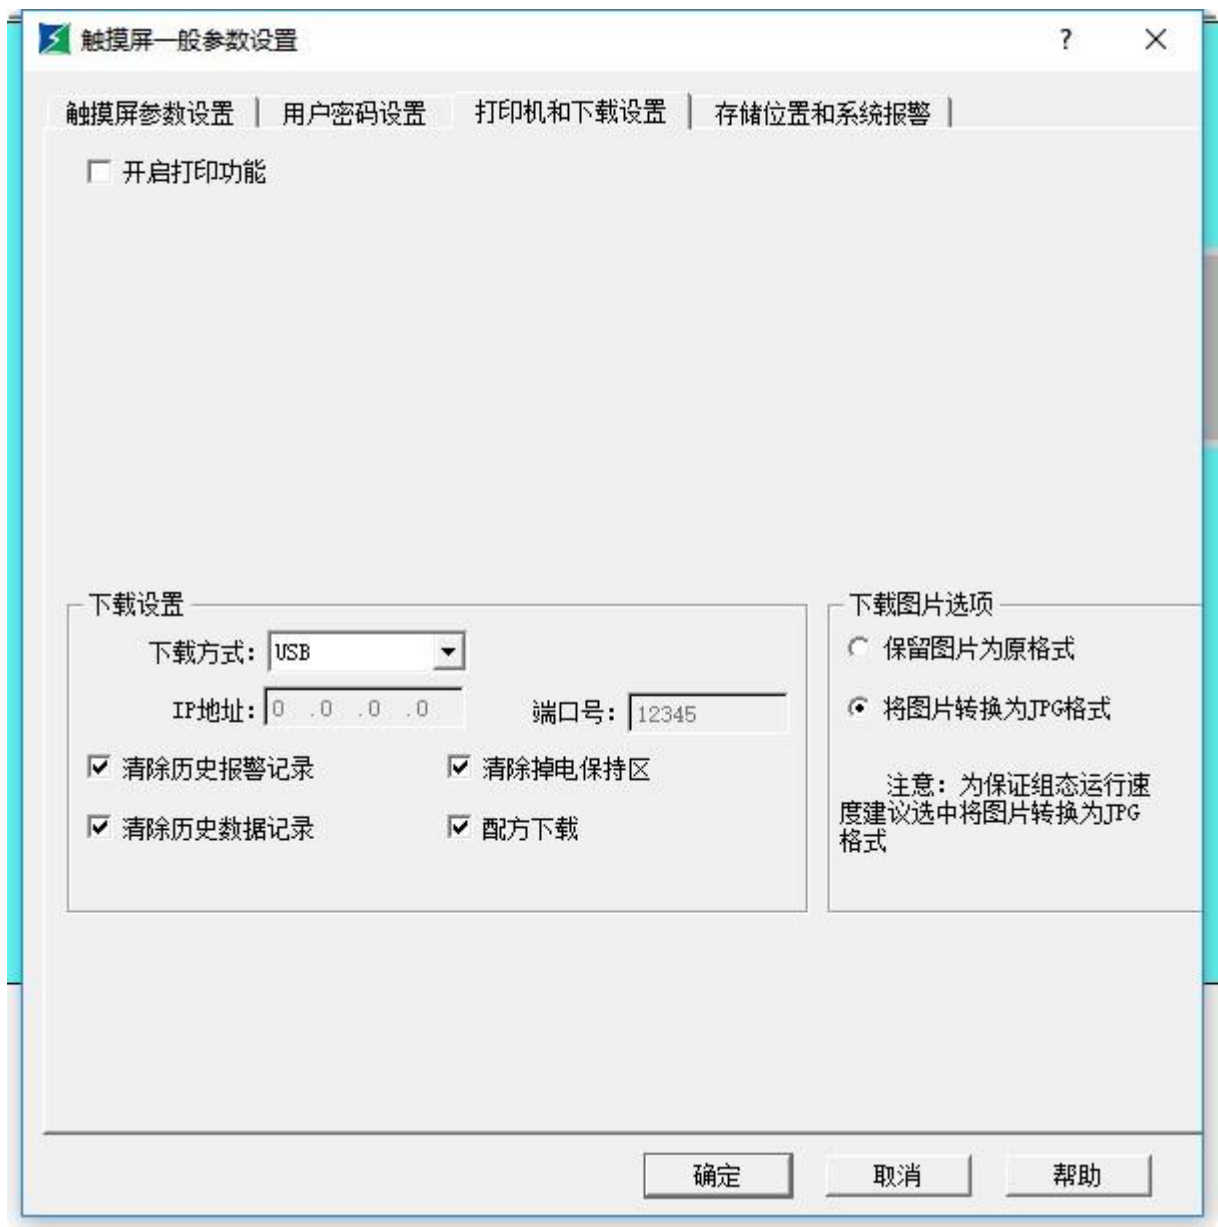

图 7-5 触摸屏连接打印机设置页面
3、触摸屏连接打印机设置，点击“触摸屏连接打印机设置”页面，如图 7-5 所示：